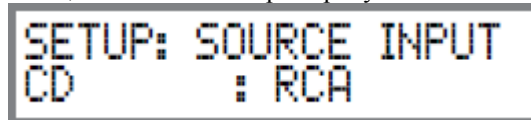

Рисунок 4
4. Затем снова поворачивайте регулятор по часовой стрелке до тех пор, пока на дисплее не будет отображена индикация “SETUP: SOURCE INPUT, CD :RCA”. Смотрите рисунок 4.
1. Нажмите и удерживайте INPUT CONTROL, пока не активируете режим Настройки. Затем вращайте INPUT CONTROL и выберите Режим Настройки “SETUP: SOURCE INPUT, CD : RCA”. Смотрите рисунок 4.